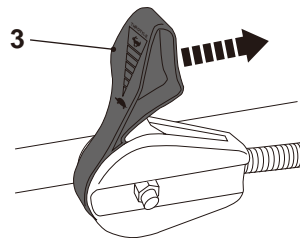

Fig. 22, velocidad aumentada 🐰
- > Mueva la palanca del acelerador (3, 33) hacia el símbolo de la liebre 🐰 para aumentar la velocidad (Figs. 22, 23).